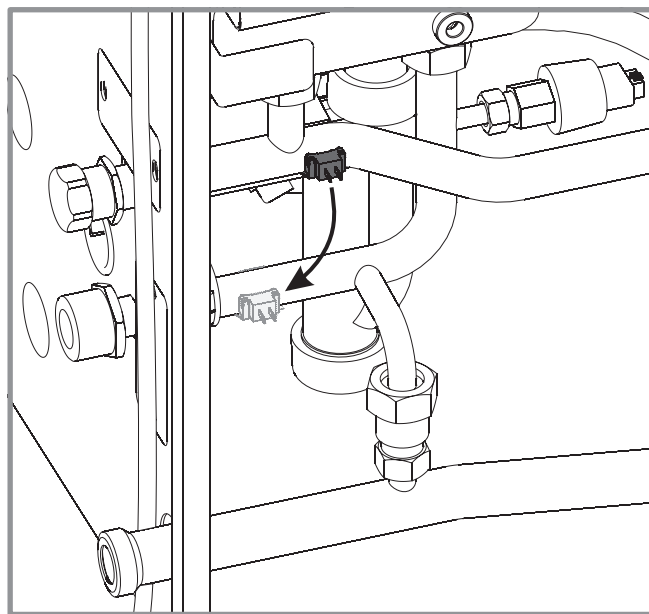

figure 31 - Sonde de retour échangeur
- Placer la sonde de retour échangeur sur le tube de départ échangeur (figure 31).